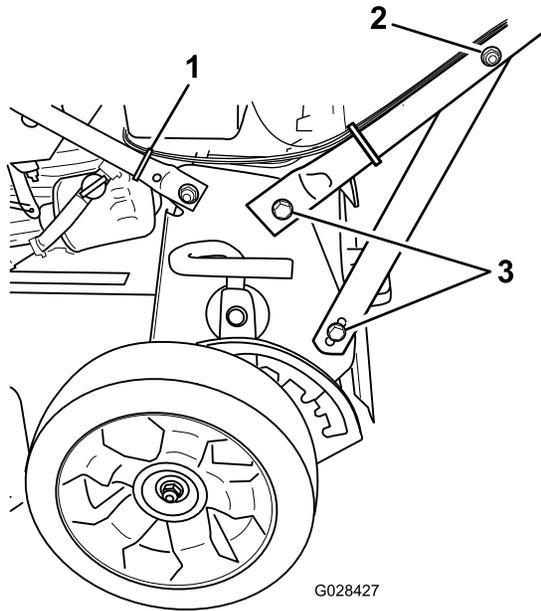

Figura 4
4. Apriete las fijaciones del manillar en ambos lados de la máquina, según se muestra en Figura 4.
2. Tuerca del soporte del manillar (2)
3. Perno (4)
5. Utilice una brida para sujetar los cables al manillar inferior, en la posición indicada en Figura 4.